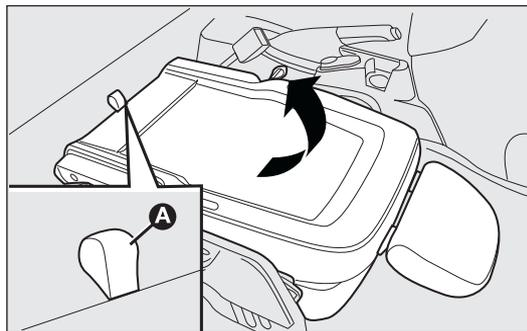

fig. 25
- saisir la languette A-fig. 25 et lever le dossier vers le haut ;